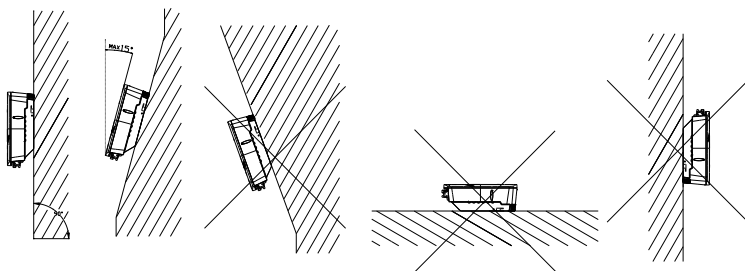

Figura 4.1 Método de montaje
- ① El equipo emplea el método de enfriamiento de convección natural, y se puede instalar en interiores o exteriores.
- ② Instale el equipo bajo la guía de la Figura 4.1. Se recomienda la instalación vertical a nivel del suelo. Montar verticalmente o inclinado hacia atrás por máx. 15°. Nunca instale el inversor inclinado hacia adelante, hacia los lados, horizontalmente o al revés.
- ③ Teniendo en cuenta la comodidad para el mantenimiento, instale el equipo en una posición en paralelo con la línea de visión.
- ④ Al montar el inversor, tenga en cuenta lo sólido de la pared para el inversor, incluidos los accesorios. Por favor, asegúrese bien del panel trasero.